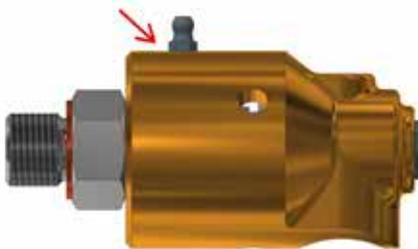

Fig. 12
- Si le joint tournant à un graisseur (fig. 12), re-graisser si besoin.